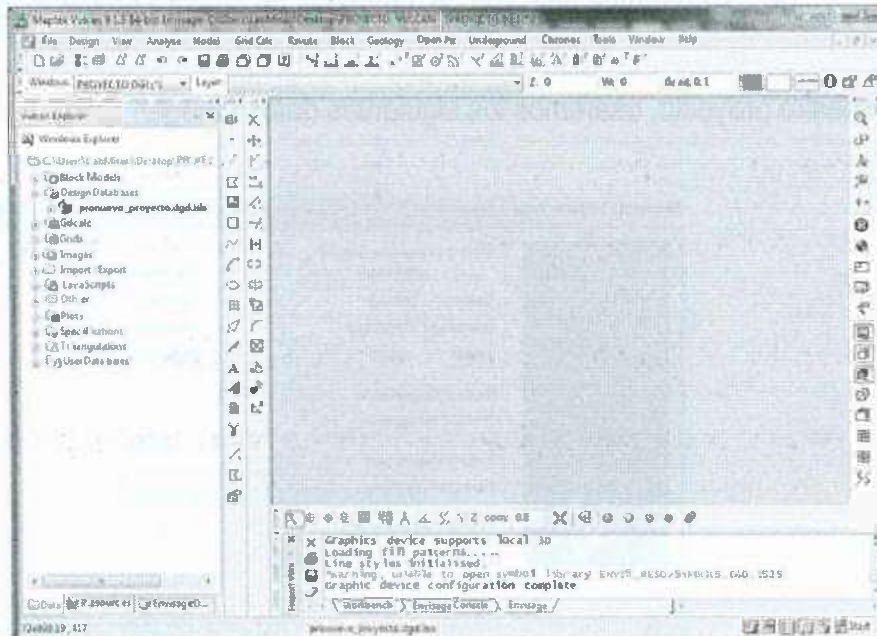

Imagen 2.12
10. Una vez finalizado con nuestro nuevo proyecto, la ventana de Vulcan se vera de la siguiente forma (imagen 2.12):